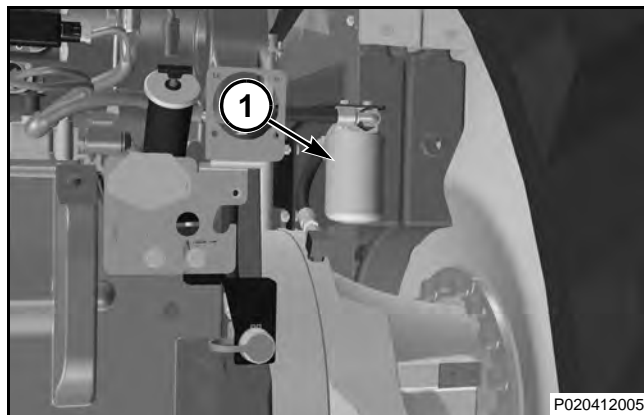

FIG. 111
FIG. 111: El circuito de drenaje de la caja tiene un filtro de drenaje de la caja (1). El aceite de retorno es filtrado antes de que el aceite ingrese al circuito de lubricación. El filtro filtrará partículas que sean mayores a 25 micrones. El filtro está ubicado en el lado derecho de la máquina.